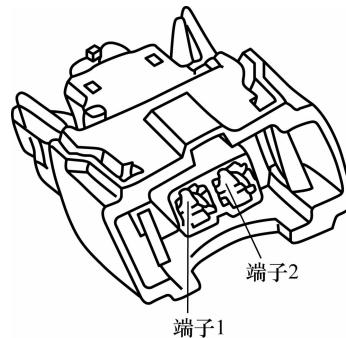

图 2-40 喷油器端子
(1) 发动机运转时，用手指接触喷油器，应可察觉到喷油脉动。
(2) 检查喷油器电阻值，应符合规定的标准。
(3) 喷油器拆下后，通 12 V 电压时，应可听到接通和断开的声音。此项试验，通电时间应不大于 4 s，再次试验应间隔 30 s，以防喷油器发热损坏。
(4) 测量喷油器供电电压。打开点火开关时，端子 1 对地电压应等于蓄电池电压，如图 2-40 所示。如果符合要求，则应检查端子 1 到附加熔体间的线路有无断路或接触不良。